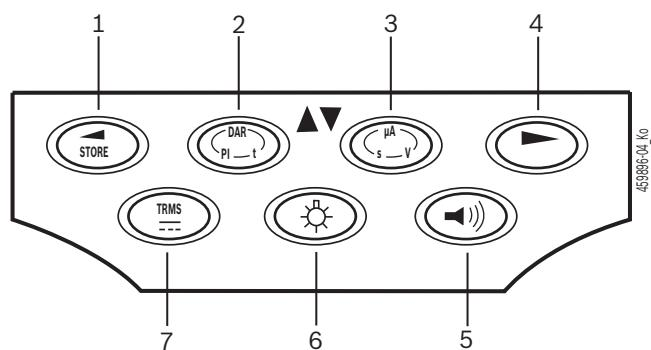

Fig. 3: Tasti funzione FSA 050
La retroilluminazione del display LCD può essere selezionata con l'FSA 050 inserito (fig. 3, pos. 6).
Il cicalino acustico (fig. 3, pos. 5) può essere inserito per la misurazione della continuità. Il simbolo viene visualizzato sullo schermo LCD (fig. 5, pos. 4).
Durante una comunicazione Bluetooth, dopo aver premuto il tasto di selezione ► (Fig. 3, Pos. 4) si apre per ca. un secondo sul display LCD (Fig. 5, Pos. 2).